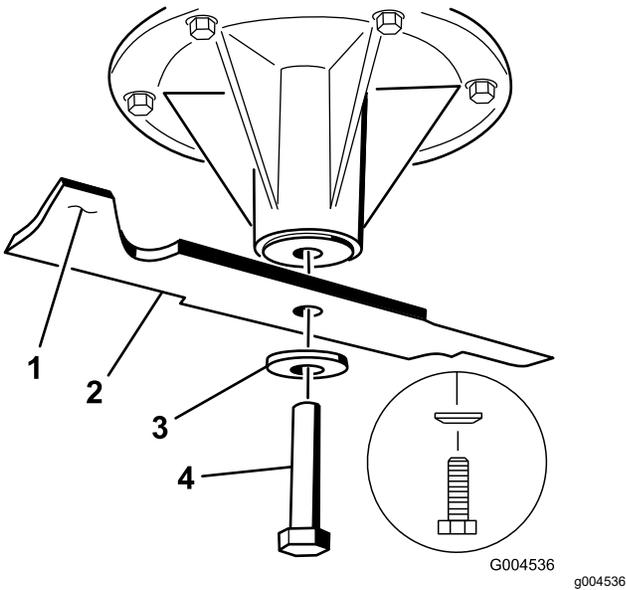

Bild 77
2. Setzen Sie das Messer auf die Spindelwelle (Bild 77).
3. Setzen Sie die Wellenscheibe und die Messerschraube ein (Bild 77).
Hinweis: Der Konus der Wellenscheibe muss in Richtung Schraubenkopf zeigen (Bild 77).